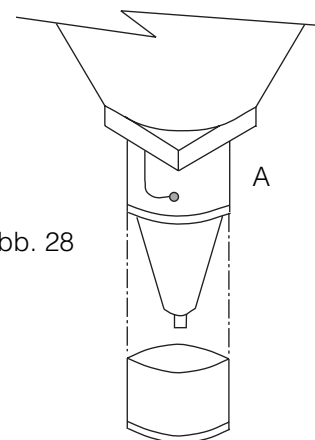

Abb. 28
- 2 - Die Schutzabdeckung abnehmen und das Verbindungskabel des Sensors ziehen (Abb.28).